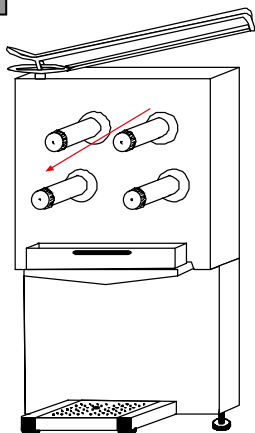

FIG. 0
- ☑ Una volta situata la macchina, svitare le due zampe posteriori di tale forma che gli assi anteriori abbiano una leggera inclinazione verso il basso. (FIG 0)